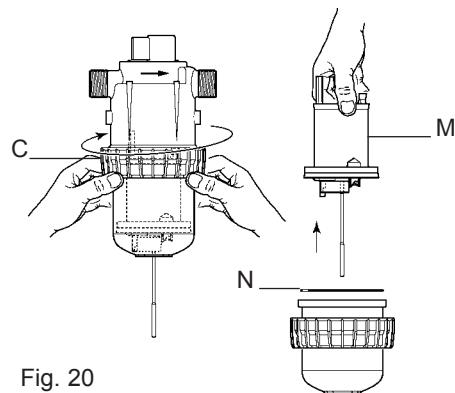

Fig. 20
- Desenroscar el dado de la parte superior a mano (Fig. 20-C) y retirarla.
- Sacar el pistón motor (Fig. 20-M) tirando hacia arriba.
- Cambiarlo y volver a montar el conjunto en el orden inverso al desmontaje. Para eso, etapa ①, posicionar el motor parcialmente en la parte inferior, etapa ②, y luego en posición intermedia en la parte superior, asegurándose de no estropear la junta de estanqueidad (Fig. 20-N).
- Etapa ③, atornillar el dado a mano.
- Juntar el conjunto, y luego remontar la parte dosificación habiendo limpiado o cambiado previamente la junta de estanqueidad (Fig. 20-N).